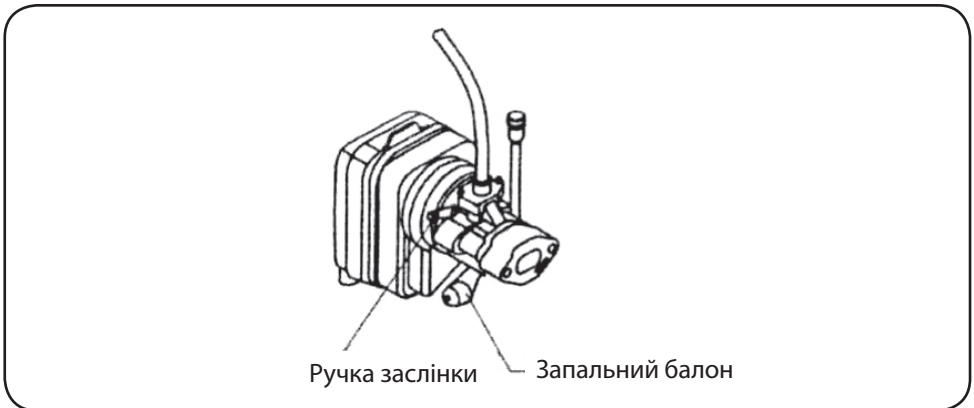

Рис. 9
- кілька разів натисніть запальну грушу до тих пір, поки паливо не почне витікати в прозору трубку (Див. рис. 9);